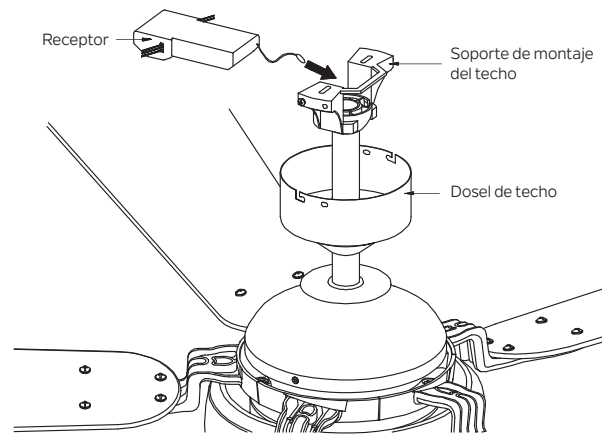

Figura 15
Paso 1. Una vez que se ha realizado la conexión, el receptor se inserta en el soporte colgante de la barra de caída. El dosel sube para cubrir el receptor y el soporte. (Figura 15)